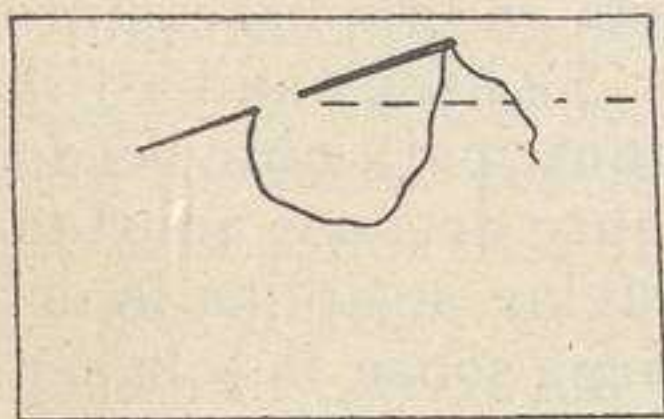

Fig. 2.—Punto atrás
**Punto atrás** (fig. 2).—Se clava la aguja en la tela y